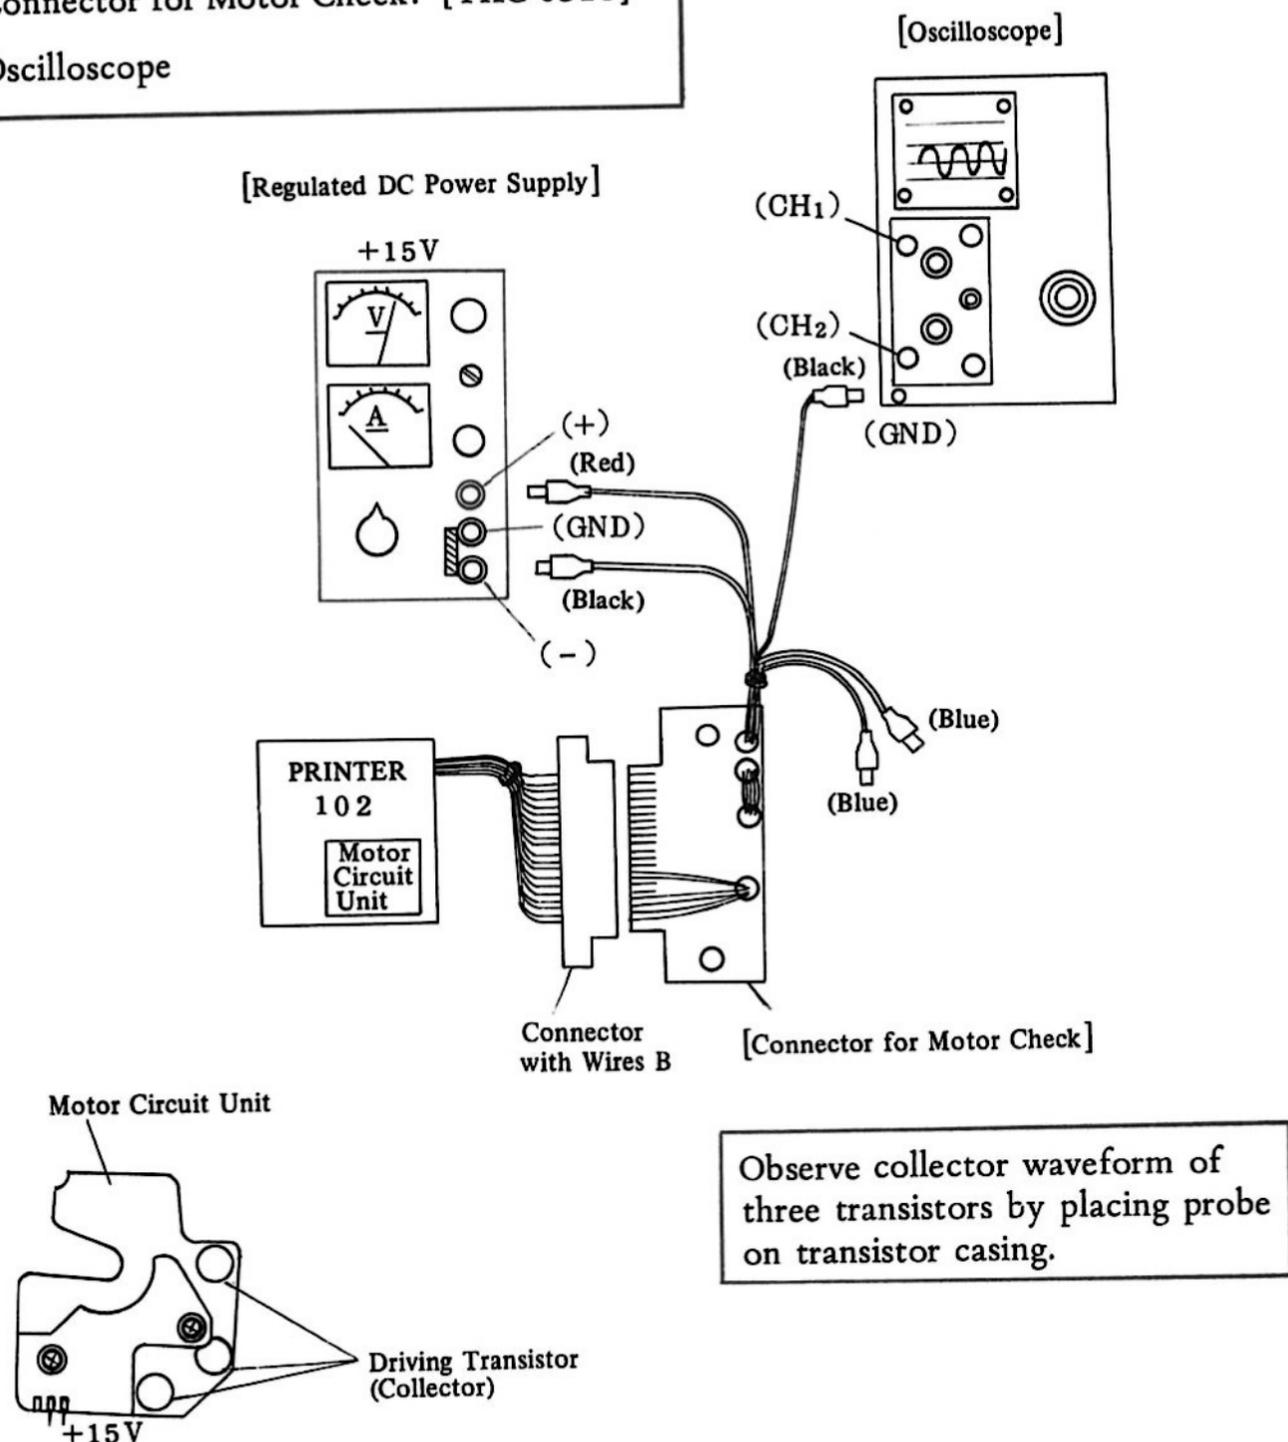

Fig. 8-52 Drehzahl einstellen
- 2) Die Signale am Kollektor der 3 Treibertransistoren prüfen (Fig. 8-52), ob die Phasenzeit von 25^{+2}_{-1} ms stimmt (Fig. 8-4). Wenn nicht, den Widerstand zur Drehzahlregelung auswechseln.
- 1) Wie in Fig. 8-52 die blauen Leitungen diesmal an den Oszillografen anschließen. (Kanal 1 u. 2)
- 2) Den TL-Magneten vom Rad T (34) zum Zentrum des Magnetkopfes T (68) ausrichten.
- 4) Dann Brücke (76) einsetzen.